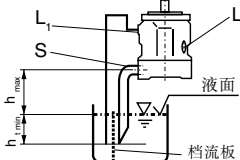

图 2
- 如果油箱的最低液面低于泵的安装法兰面则“L1”和“S”口的接管见图2。封闭“L”口，见1.2.1节。
在安装前泵水平卧置并灌满油液。油箱上的安装见图2。